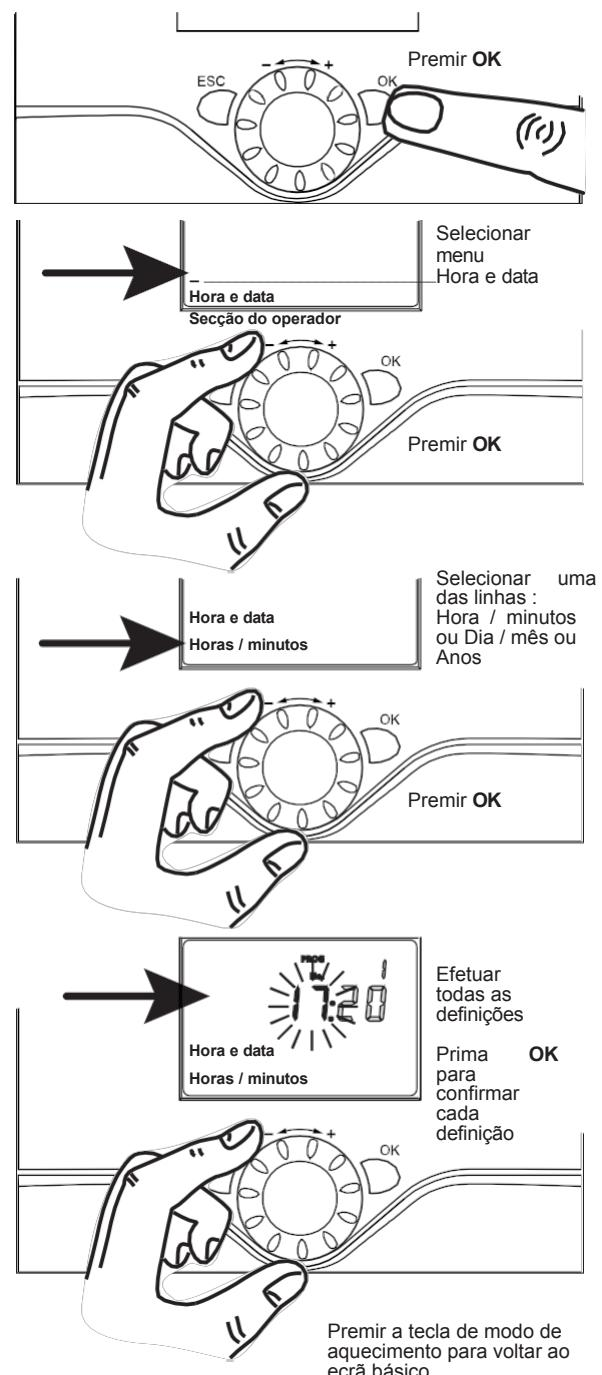

fig. 5 - Acertar a hora e a data
- Ajustar a data e a hora, se necessário (fig. 5).